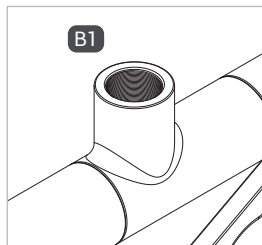

Abbildung 1
- ▶ Verschrauben Sie die Betriebsmedienzuleitung „B1“ druckdicht mit dem Anschluss der Medienleitung (Abbildung 1). Anzugsdrehmoment für das Gewinde im Unterteil siehe Tabelle Seite 51.